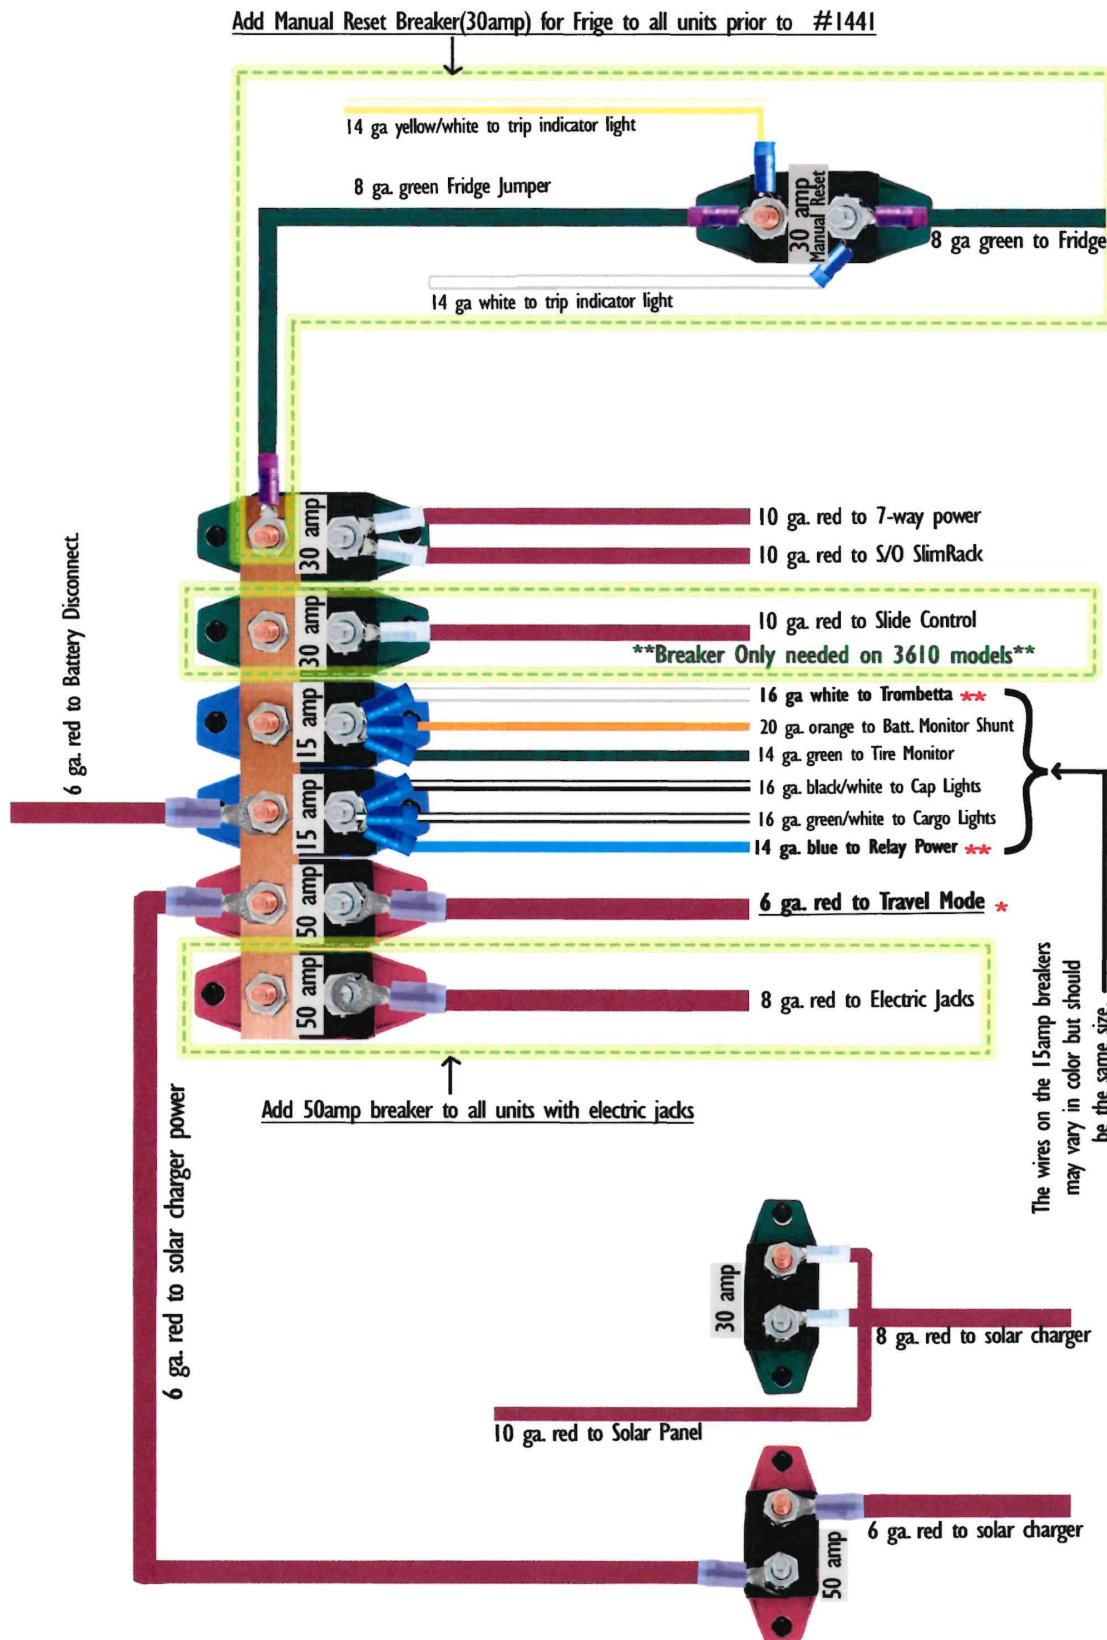

Figure 11
21. Réparation terminée (référence Figure 11 - schéma final sur la dernière page).